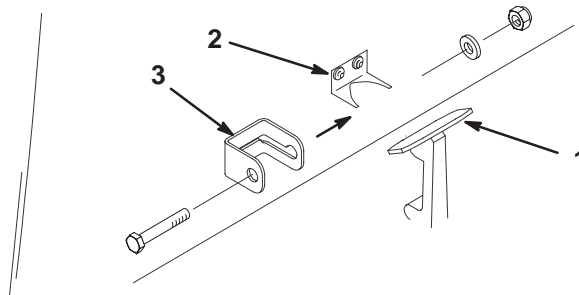

**Figure 7**
2. Vérifiez que la machine est de niveau en plaçant un inclinomètre à main (fourni avec la machine) sur la traverse de châssis près du réservoir de carburant (Fig. 7). L'inclinomètre doit indiquer 0 degré si l'on se place à la position de conduite.